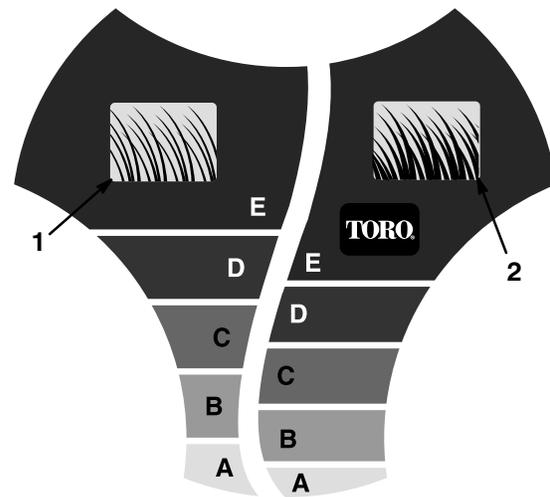

Abbildung 15
Die *SmartWheel*-Vorrichtung hat zwei Schneidskalen — *SPARSE/NORMAL* (spärlich/normal) und *LUSH* (üppig) — zur Sicherstellung der optimalen Schnitthöhe-einstellung bei allen Mähbedingungen (Abb. 15). Die *SPARSE/NORMAL*-Skala wird während der warmen Sommersaison für die Mehrzahl der Mäharbeiten verwendet. Die *LUSH*-Skala ist für dickes, feuchtes, saftiges Gras gedacht, das meistens im Frühling wächst.
1. Bevor der Motor gestartet wird, den Rasenmäher auf das Gras schieben. Den Rasenmäher nicht weiter schieben, wenn die Buchstaben an der *SmartWheel*TM-Konstruktion am linken Hinterrad aufrecht stehen (Abb. 15).
2. Die Spitzen der Grashalme mit den Buchstaben an der *SmartWheel*-Konstruktion (Abb. 15) vergleichen. Der Buchstabe an der *SmartWheel*-Vorrichtung, der den Spitzen der Grashalme entspricht, ist die richtige Schnitthöhe.